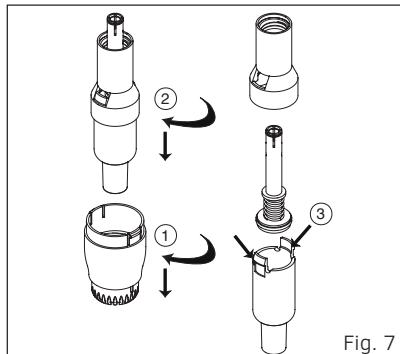

Fig. 7
1. Kolbenstange (21) abschrauben, Schieber (22, 23) und Feder (15) entfernen.
2. Wenn nötig, defekte Teile auswechseln. O-ring (17) und Zylinder (18) gleichmäßig einfetten.
4.4 Zerlegen der Volumeneinheit und Auswechseln des O-Rings, Modelle 5 und 10 ml (Fig. 7)